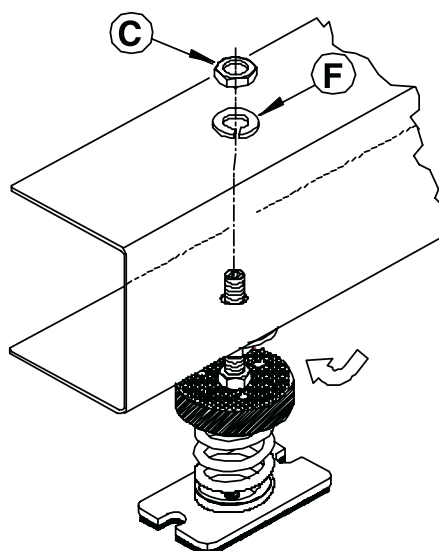

Рис. 3
- Рис.3) Убедитесь, что основание агрегата лежит на плоской шайбе (поз. E) винтовой стойки. Отрегулируйте уровень основания, поворачивая гайку (поз. D) с помощью ключа 13.